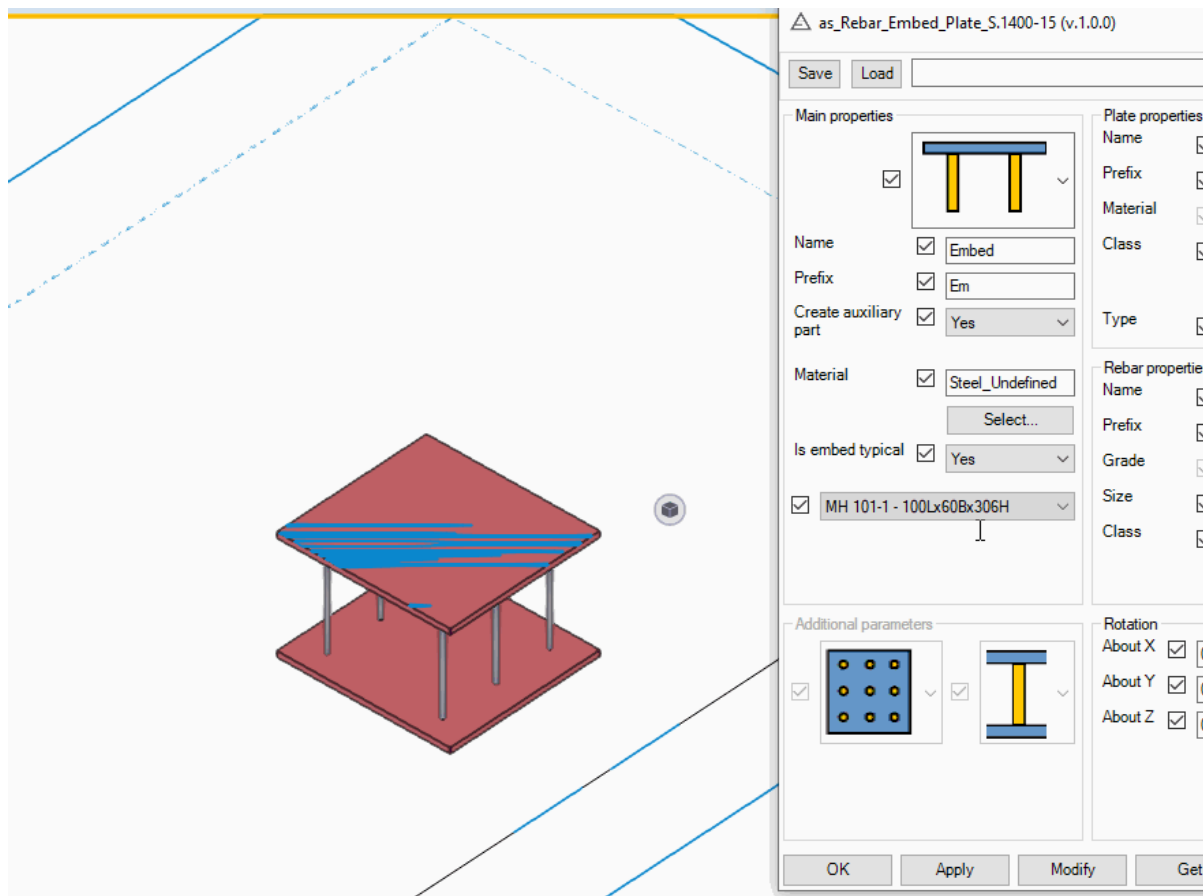

Рис. 6. Выбор и применение настроек из серии 1.400-15
- Присутствует возможность выбрать закладную деталь из серии 1.400-15 (в данный момент есть возможность загрузить два типа закладных деталей, см. рис. 6)